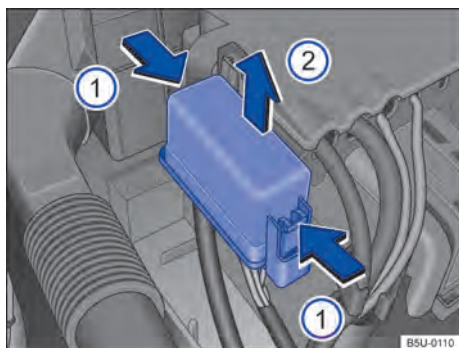

Fig. 166 No compartimento do motor: cobertura da caixa de fusíveis.
- Pressionar as travas no sentido da seta → Fig. 166 , para destravar a cobertura da caixa de fusíveis.